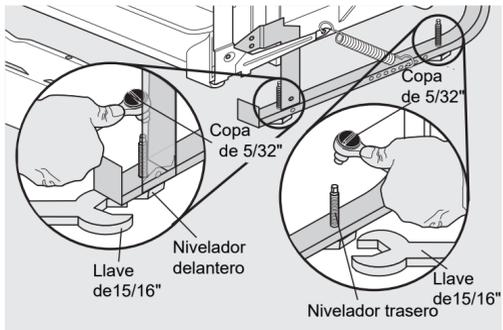

Figura 10
- Aloje las patas de nivelación de la parte delantera y trasera girándolas hacia la izquierda. Consulte la tabla para obtener información sobre el número de giros. Véase la figura 10. Las patas de nivelación delanteras deben dejar 1/4" debajo de la cara anterior de la encimera.